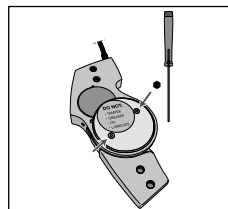

Fig. 4
2. Utilizzi il cacciavite a brugola in dotazione per allentare le due viti sulla piastra di copertura mediale (in acciaio inox) e rimuoverla (**vedere Fig. 4**).